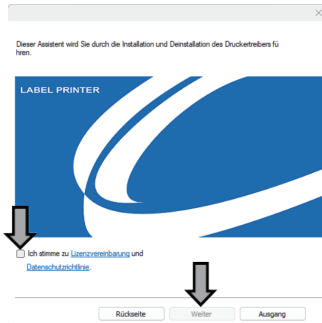

Fig.3
③ Fahren Sie mit dem nächsten Installationsbildschirm fort. Lesen Sie die Lizenzvereinbarung und die Datenschutzrichtlinie sorgfältig durch, aktivieren Sie anschließend „Ich stimme zu“ und klicken Sie auf „Weiter“ (siehe Abbildung 3).